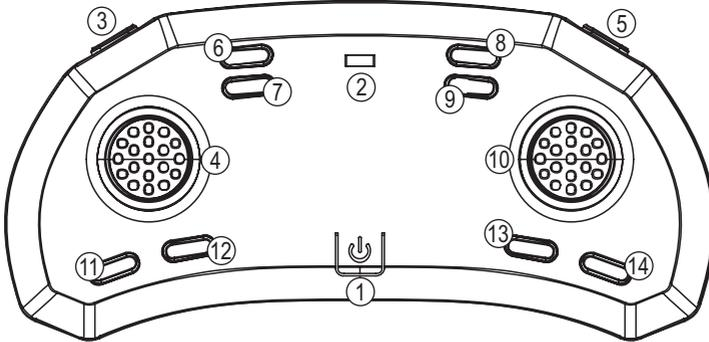

Figure 4
L'état des piles est contrôlé en permanence lorsque l'émetteur est en fonctionnement. Si le niveau de tension des piles passe en-dessous d'une certaine valeur, l'émetteur l'indique par un clignotement permanent de la LED de contrôle du fonctionnement (figure 4, pos. 2). Dans ce cas, vous devez immédiatement cesser le vol et remplacer les piles de l'émetteur.
Dans le cas où l'atterrissage échoue et le modèle réduit chute sur le dos (rotors vers le sol), les moteurs se coupent. De plus, vous avez la possibilité, en appuyant longuement sur la touche « Décollage/atterrissage automatique » (figure 4, pos. 5) d'éteindre les moteurs immédiatement. L'application dispose pour cela d'une icône spécifique.
Après avoir démarré le drone avec la touche « Décollage/atterrissage automatique » (figure 4, pos. 5), déplacez le levier de commande gauche (figure 4 ou 5, pos. 4) vers l'avant. Cela permet d'augmenter la vitesse de rotation du moteur et de faire monter le quadricoptère. Tirez le levier de commande vers l'arrière et le quadricoptère redescend. Laissez le levier de commande en position médiane et le quadricoptère tente de se maintenir à la hauteur à laquelle il se trouve grâce aux capteurs intégrés.
Déplacez le levier de commande gauche (figure 4 ou 6, pos. 4) vers la gauche, et le quadricoptère se tourne vers la gauche. Déplacez le levier de commande vers la droite et il se tourne vers la droite.
Déplacez le levier de commande droit (figure 4 ou 7, pos. 10) vers l'avant, et le quadricoptère va entièrement s'orienter vers l'avant. Déplacez le levier de commande vers l'arrière et il s'oriente vers l'arrière.
Déplacez le levier de commande droit (figure 4 ou 8, pos. 10) vers la gauche, et le quadricoptère va entièrement s'orienter vers la gauche. Déplacez le levier de commande vers la droite et il s'oriente vers la droite.
Appuyez brièvement sur la touche « Mode de vol » (figure 4, pos. 6) Appuyez sur 6) de l'émetteur pour changer de mode de vol.
Le mode avancé est recommandé pour les pilotes ayant déjà acquis de l'expérience avec d'autres modèles de quadricoptère. Dans ce mode, le quadricoptère est nettement plus agile dans ses réactions que dans le mode débutant. Pour activer ce mode, appuyez sur la touche « Mode de vol » de l'émetteur (figure 4, pos. 6) de façon répétée jusqu'à ce que vous entendiez une double tonalité. En appuyant une nouvelle fois sur la touche « Mode de vol », le mode débutant est à nouveau actif. Ceci est signalé par un seul bip sonore.
Déplacez le levier de commande gauche (figure 4, pos. 4) vers l'avant puis à nouveau vers l'arrière. La LED de contrôle de l'émetteur et les LED du quadricoptère sont désormais allumées en continu. Remplacez le levier de commande gauche en position neutre (position médiane).
Démarrés les rotors en appuyant sur la touche « Décollage/atterrissage automatique » (figure 4, pos. 5). Les rotors démarrent et le modèle se soulève au-dessus du sol de façon autonome.
Si vous souhaitez à nouveau arrêter les rotors, déplacez et maintenez le levier de commande gauche (figure 4, pos. 4) pendant env. deux secondes en position arrière, jusqu'à ce que les rotors se soient arrêtés. Alternativement, vous pouvez réappuyer sur la touche « Décollage/atterrissage automatique » (figure 4, pos. 5).
Par exemple, si le modèle est orienté vers l'avant (tangage), vous devez appuyer de façon répétée sur la touche de trim de tangage arrière (figure 4 ou 9, pos. 9), jusqu'à ce que le modèle ne se déplace plus vers l'avant. Si le modèle est orienté vers l'arrière, appuyez sur la touche de trim avant (figure 4 ou 9, pos. 8).
Par exemple, si le modèle est orienté vers la gauche (roulis), vous devez appuyer de façon répétée sur la touche de trim de roulis droit (figure 4 ou 10, pos. 14), jusqu'à ce que le modèle ne se déplace plus vers la gauche. Si le modèle est orienté vers la droite, appuyez sur la touche de trim gauche (figure 4 ou 10, pos. 13).
Appuyez maintenant sur la touche « calibrage » (figure 4, pos. 7) de l'émetteur. Les LED du drone se mettent à clignoter très rapidement.
Le décollage automatique est activé avec une seule touche (figure 4, pos. 5). La même touche permet également d'amorcer un atterrissage automatique.
Pour le décollage automatique, placez le drone prêt à voler sur une surface plane, à une distance suffisante du pilote et des obstacles (voir consignes précédentes). Pour le démarrage, appuyez sur la touche « Décollage/atterrissage automatique » (figure 4, pos. 5) de l'émetteur. Les rotors démarrent et le modèle se soulève. Vous pouvez maintenant piloter le drone en effectuant des mouvements de commande avec l'émetteur.
Pour atterrir, choisissez un emplacement approprié (voir consignes précédentes) et mettez le modèle en position de vol stationnaire stable à une hauteur max. de 1,5 mètre de préférence. Appuyez maintenant à nouveau sur la touche « Décollage/atterrissage automatique » (figure 4, pos. 5) de l'émetteur. Le modèle amorce immédiatement après son atterrissage en descendant verticalement et en coupant les rotors une fois au sol.